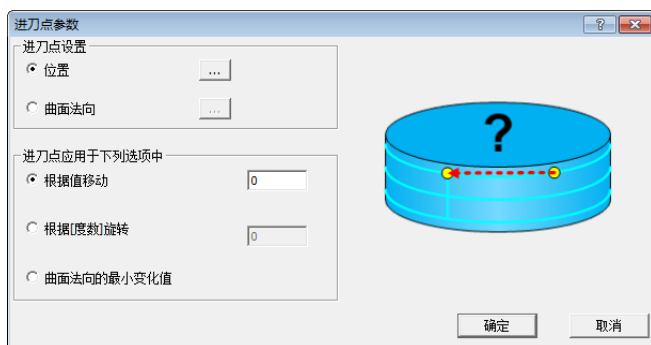

图 2-329 “进刀点参数”对话框
7) 进刀点。进刀点用于设置加工区域刀具路径的起始点。勾选该复选框，单击“进刀点”按钮，弹出“进刀点参数”对话框，如图 2-329 所示。